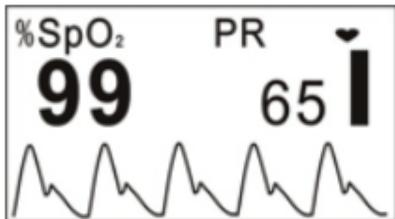
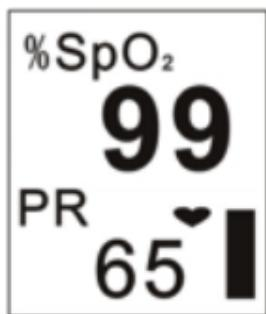
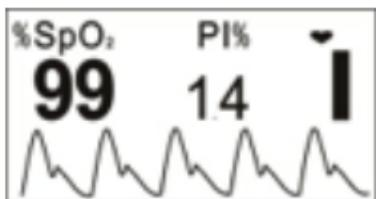
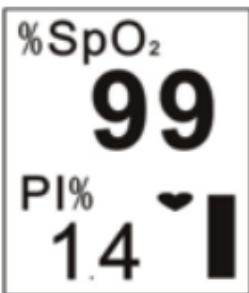

Figure 4
Figure 5
Figure 6
Figure 7
4. Puis entrez l'écran d'affichage des données (comme illustré à la Figure 4). L'utilisateur peut lire les valeurs et visualiser le signal à partir de l'écran d'affichage.
5. Lorsque l'affichage est identique à celui de la figure 4, appuyez sur la touche Affichage pour modifier l'écran d'affichage.
- Appuyez une fois sur la touche Affichage, l'écran d'affichage (comme illustré à la figure 4) pivote de 180°.
- Appuyez deux fois sur la touche Affichage, l'écran d'affichage sera modifié comme indiqué à la figure 5.
- Appuyez trois fois sur la touche Affichage, l'écran d'affichage (comme illustré à la figure 5) pivote de 180°.
- Appuyez sur le bouton Affichage quatre fois, l'écran revient à l'écran, comme illustré à la figure 4.
- Appuyez sur la touche écran de manière circulaire, l'écran d'affichage bascule entre les deux écrans (voir figure 4 et figure 5) et les quatre directions sont affichées en alternance.
6. Appuyez longuement sur la touche d'affichage (environ 2 secondes), l'écran s'affiche comme illustré à la figure 6. Les différences entre les figures 6 et 4 sont les suivantes:
- Sur la figure 4, la SpO₂ et la fréquence cardiaque sont surveillées et affichées à l'écran.
- Sur la figure 6, la SpO₂ et l'indice de perfusion sont surveillés et affichés à l'écran.
7. Lorsque l'écran apparaît tel qu'illustré à la figure 6, appuyez sur le bouton Affichage de manière circulaire, l'écran d'affichage bascule entre les deux écrans (comme illustré aux figures 6 et 7) et les quatre directions sont affichées en alternance.
8. L'écran d'affichage (comme illustré à la figure 6 ou à la figure 7) réapparaîtra à l'écran, comme illustré à la figure 4 ou à la figure 5 si l'opération n'est pas effectuée dans les 10 secondes.